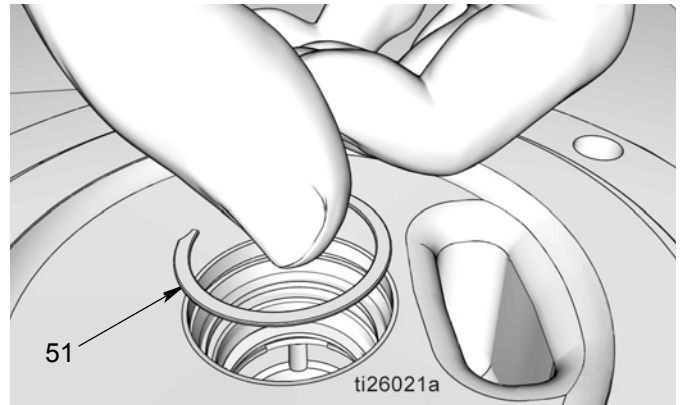

FIG. 35
- f. Coloque el clip de retención (51) (FIG. 35). Deberá percibir un "clic" cuando se asienta correctamente el clip de retención en la ranura.
- g. Coloque el espaciador (12) (FIG. 35).